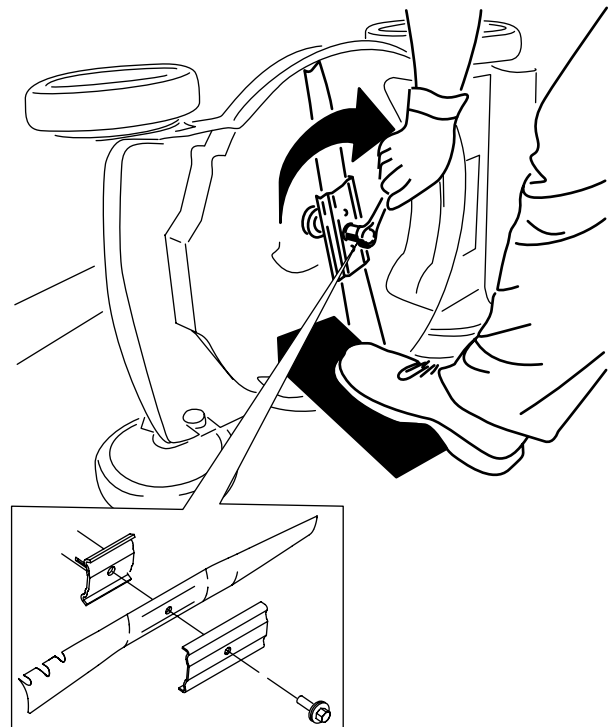

Figura 25
4. Instale la cuchilla nueva y todos los herrajes de montaje (Figura 25).